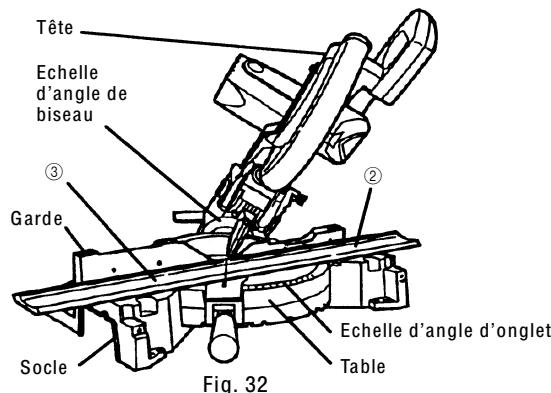
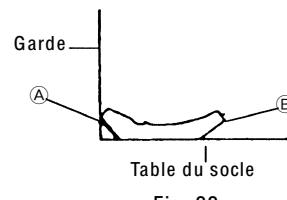

Fig. 32
Fig. 33
(4) Réglage pour des coupes de corniches complexes aux positions ② et ③ de la Fig. 25 (voir Fig. 32) :
- ① Tourner la table vers la gauche et régler l'angle d'onglet comme suit :
- ② Incliner la tête vers la droite et régler l'angle de biseau comme suit :
- ③ Disposer la corniche complexe de façon que la surface inférieure (Ⓐ à la Fig. 24) entre en contact avec la garde, comme indiqué à la Fig. 33.